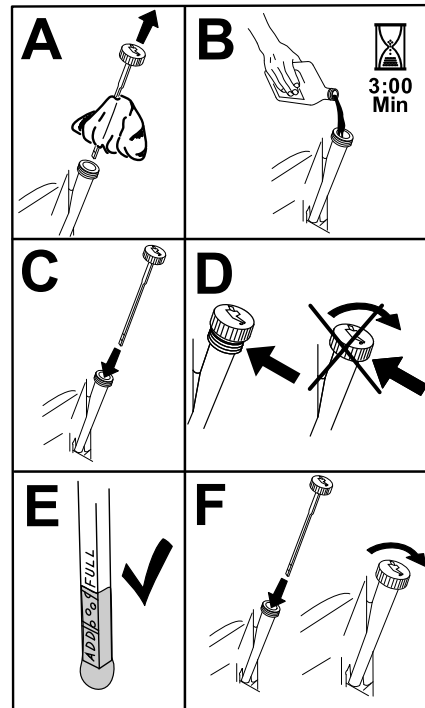

Figure 52
- Versez lentement environ 80 % de l'huile spécifiée dans le tube de remplissage, puis faites l'appoint lentement jusqu'à ce que le niveau atteigne le repère maximum (**Full**) (Figure 52).